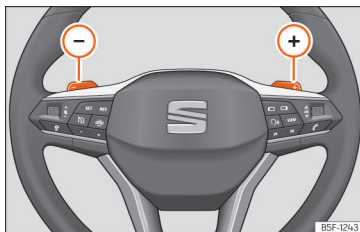

Abb. 171 Lenkrad: Hebel für Automatikgetriebe.
- Tippen Sie die Schaltwippe **+**, um einen Gang hochzuschalten »» **Abb. 171**.